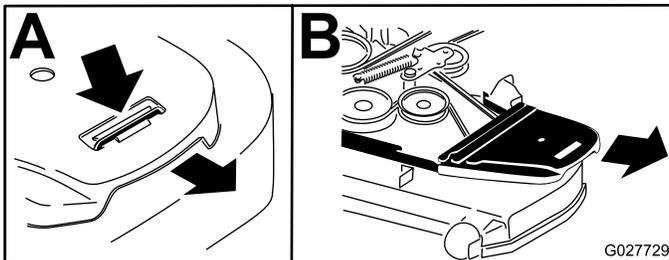

Figure 59
4. Déposez les protège-courroies (Figure 59).